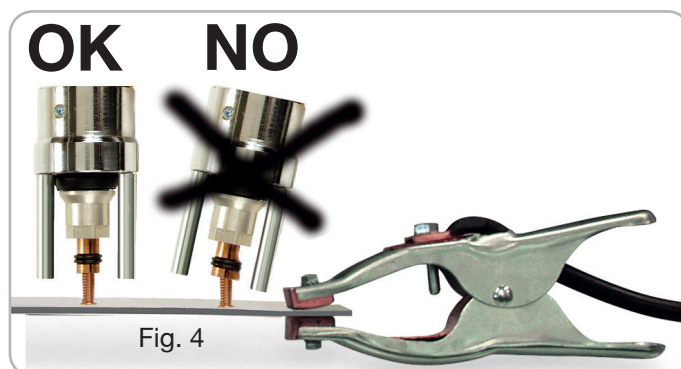

Fig. 4
- Le pistolet doit être extrait en le gardant parfaitement aligné avec le goujon afin de ne pas déformer la pince (Fig. 4).